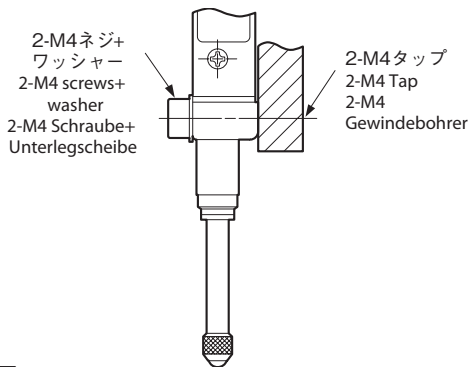

図4/ Fig. 4/ Abb. 4
- 測長ユニットは、取付け用穴を使用して取付けてください。(図 4, 5)
- Mount the measuring unit using the mounting holes. (Figs. 4 and 5)
- Verwenden Sie die Montagelöcher zum Befestigen des Messtasters. (Abb. 4 und 5)